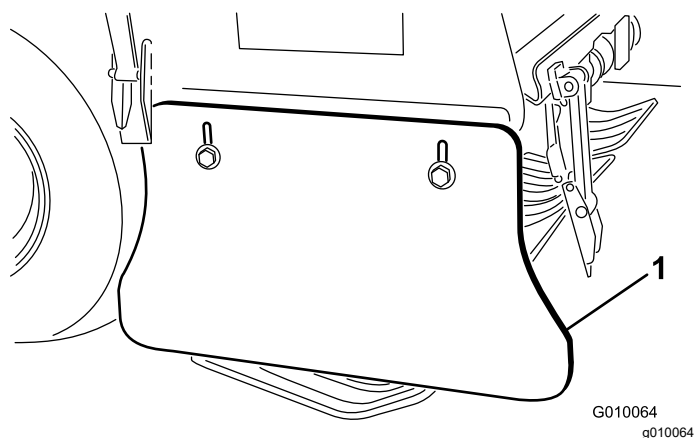

図 183
2. サイドシールドをコアリングヘッドのフレームに固定しているキャップスクリューとフランジロックナットをゆるめる図 183。